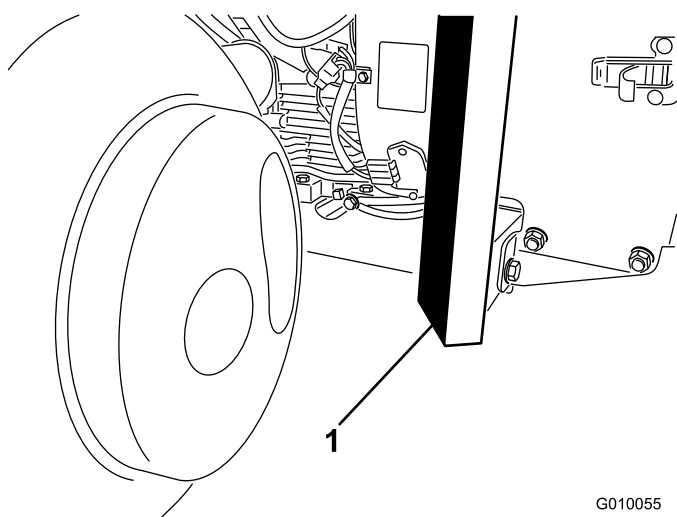

図 40
2. 機体前部のフレームの下にジャッキを確実に置く（図 40）。